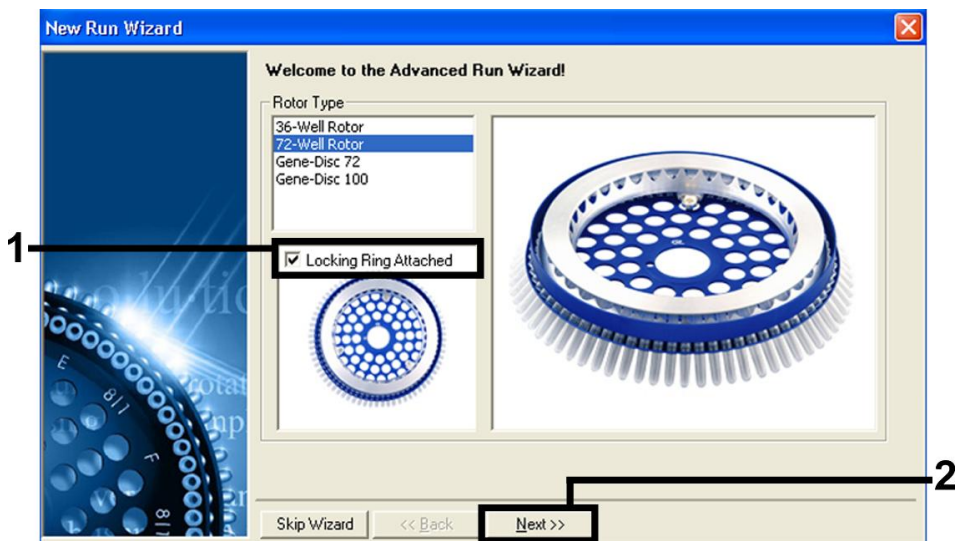
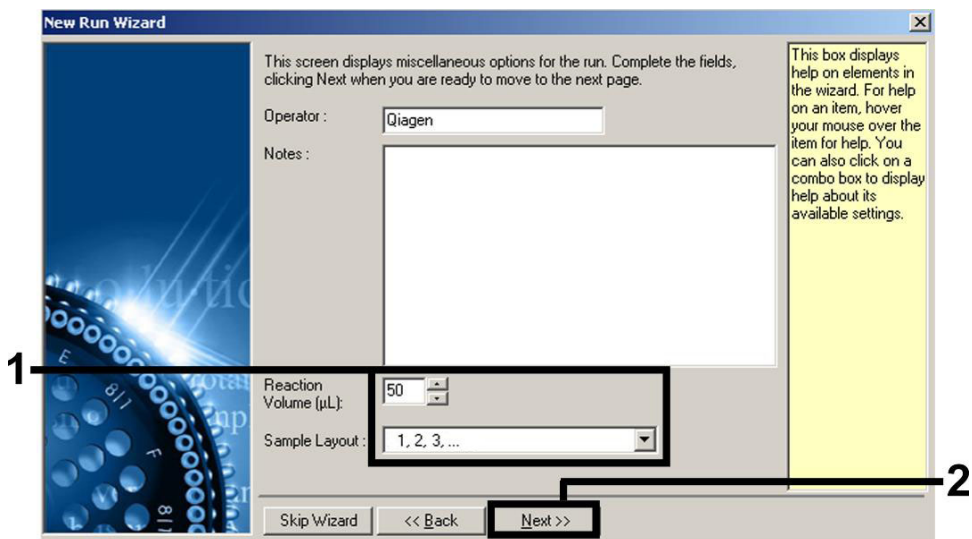
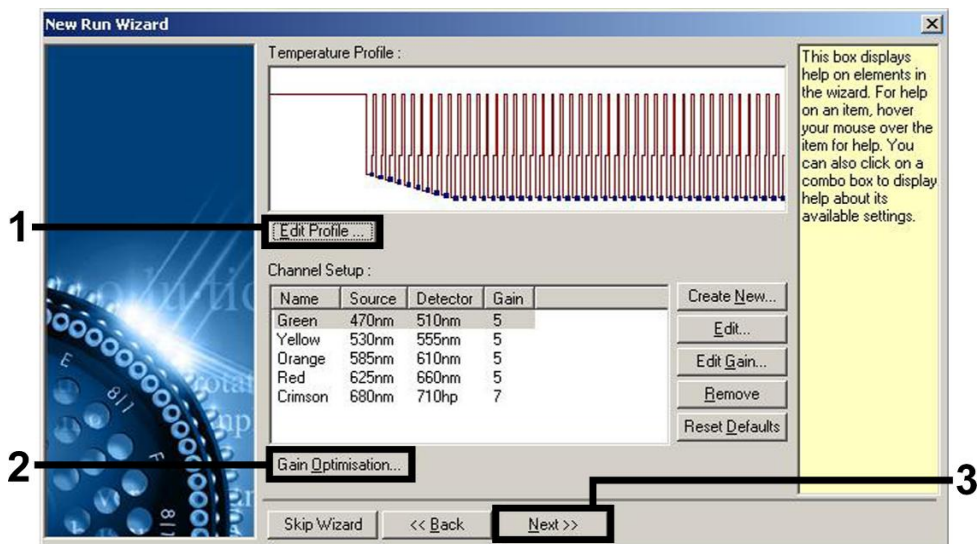
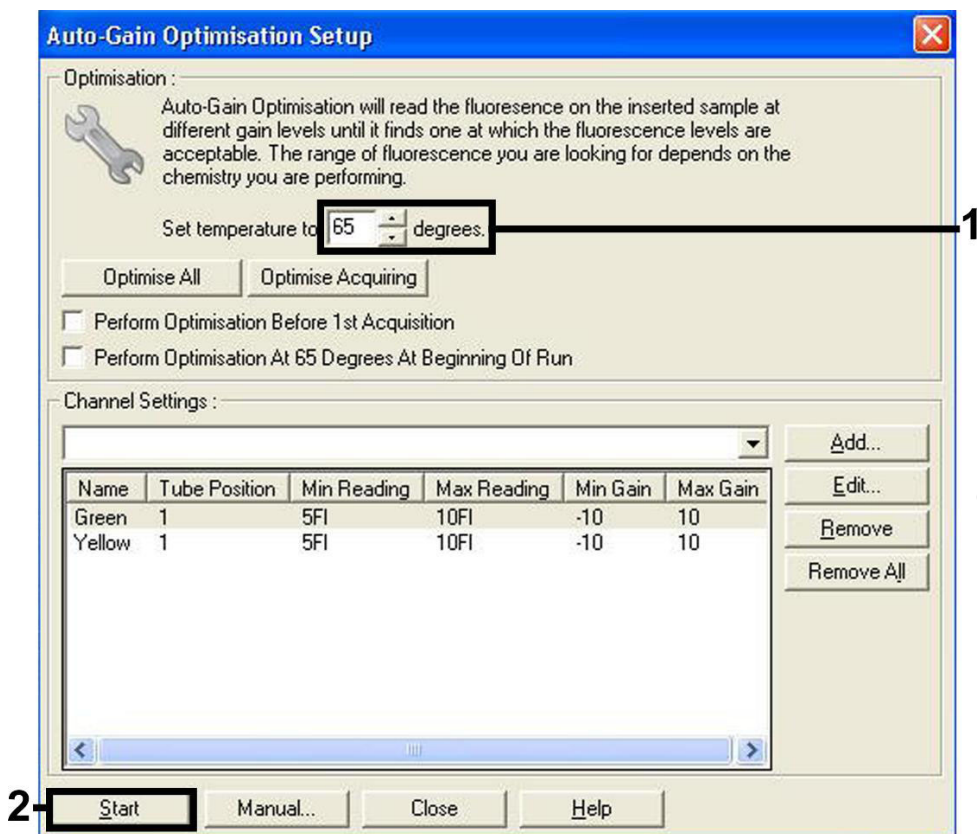

Figura 1. A caixa de diálogo "New Run Wizard" (Assistente de nova execução).
Figura 2. Definição dos parâmetros gerais do ensaio.
Figura 3. Edição do perfil.
Figura 6. Ajuste da sensibilidade do canal de fluorescência.
Definição dos parâmetros gerais do ensaio	Figura 1, Figura 2 e Figura 3
Ajuste da sensibilidade do canal de fluorescência	Figura 6
6. Abra a caixa de diálogo **New Run Wizard** (Assistente de nova execução) (Figura 1, na página seguinte). Marque a caixa **Locking Ring Attached** (Anel de bloqueio anexado) e clique em **Next** (Seguinte).
7. Selecione 50 para o volume de reação PCR e clique em **Next** (Seguinte) (Figura 2).
8. Clique no botão **Edit Profile** (Editar perfil) na caixa de diálogo seguinte do **New Run Wizard** (Assistente de nova execução) (Figura 3) e programe o perfil de temperatura conforme indicado nas Figuras 3 a 5.
9. O intervalo de detecção dos canais de fluorescência tem de ser determinado de acordo com as intensidades de fluorescência nos tubos de PCR. Clique em **Gain Optimisation** (Otimização de ganho) na caixa de diálogo **New Run Wizard** (Assistente de nova execução) (consulte a Figura 3, na página anterior) para abrir a caixa de diálogo **Auto-Gain Optimisation Setup** (Configuração da otimização de ganho automático). Defina a temperatura de calibração para 65 °C para igualar a temperatura de hibridização do programa de amplificação (Figura 6, na página seguinte).